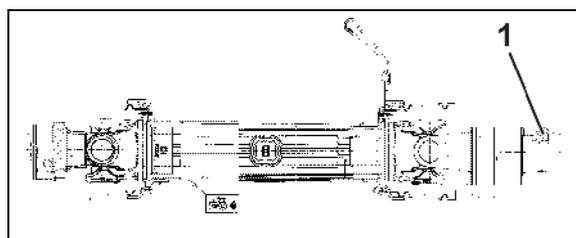

Fig. 23
2. Encaixar o veio de transmissão no veio de entrada da caixa de velocidades e fixar com o parafuso (Fig. 23/1).